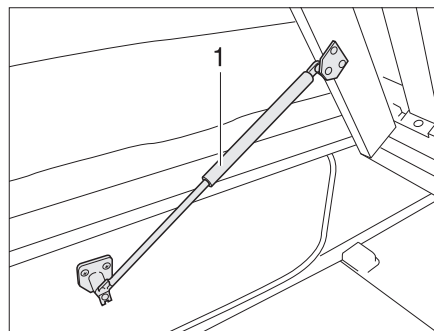

Fig. 127 Letto fisso
- Sollevare il telaio portamaterasso. Le molle a gas (Fig. 127,1) mantengono il telaio portamaterasso in posizione di apertura.